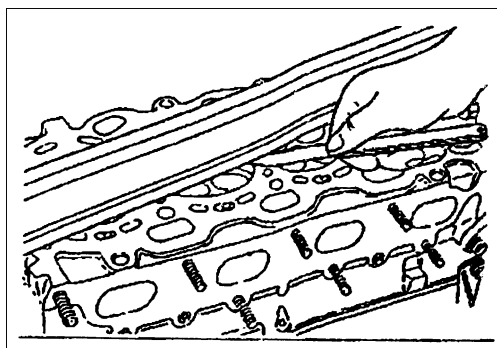

图 2-77 检查气缸盖平面度
① 如图 2-77 所示,用钢直尺和塞尺检查气缸盖底面的平面度。标准值: 0.03mm 。极限值: 0.0mm 。